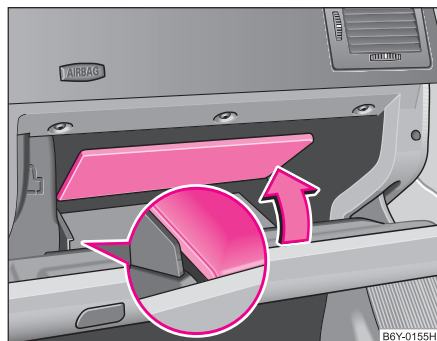

Abb. 74 Ablagefach:
Im Innenraum der Ablage befindet sich unter der klappbaren Trennwand* ein weiterer Ablageraum => Abb. 74.
- Fassen Sie die Trennwand am Randteil bzw. an der Aussparung an und klappen diese in Pfeilrichtung auf => Abb. 74.